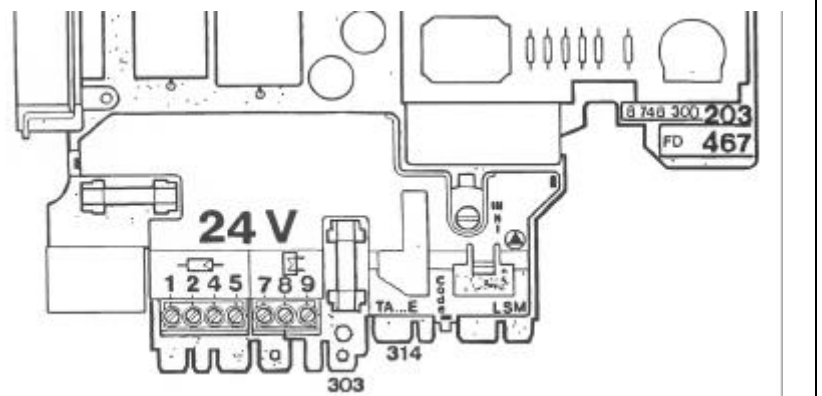

Fig. 10
De inbouwbare buitenregeling wordt rechtstreeks aangesloten aan klem (314) met de verbindingskabel. Zie fig. 10.
La régulation climatique incorporable est raccordée directement à la borne (314). Voir fig. 10.
De NTC-voeler van de JUNKERS-boiler aansluiten op de klemmen 303 van de printplaat (zie fig. 10).
Raccordez la sonde CTN du boiler JUNKERS aux bornes 303 de la plaque imprimée (voir fig. 10).